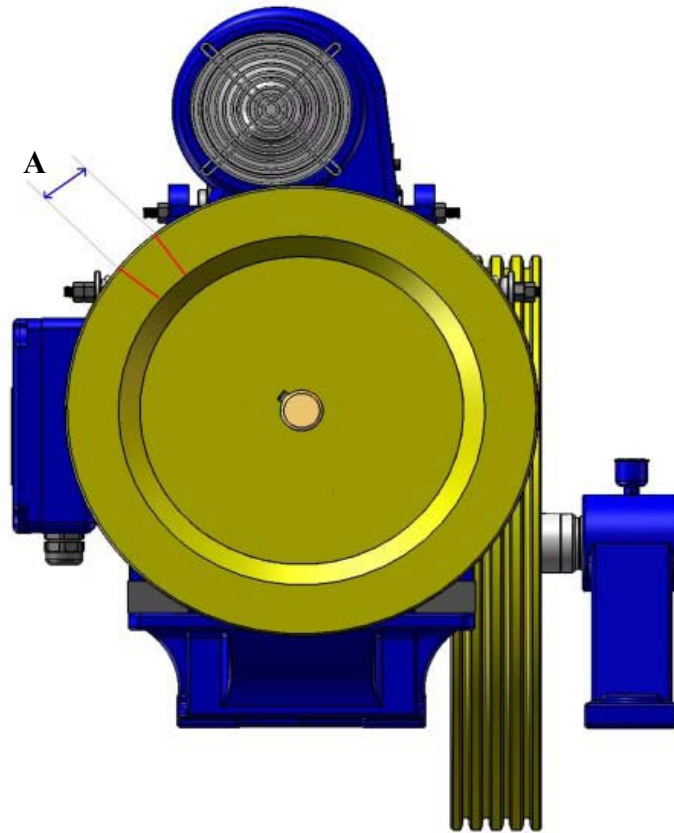

Рис. 11
- 7.4.6.1 Замерьте длину по окружности (А) между двумя точками.(Рис.11)